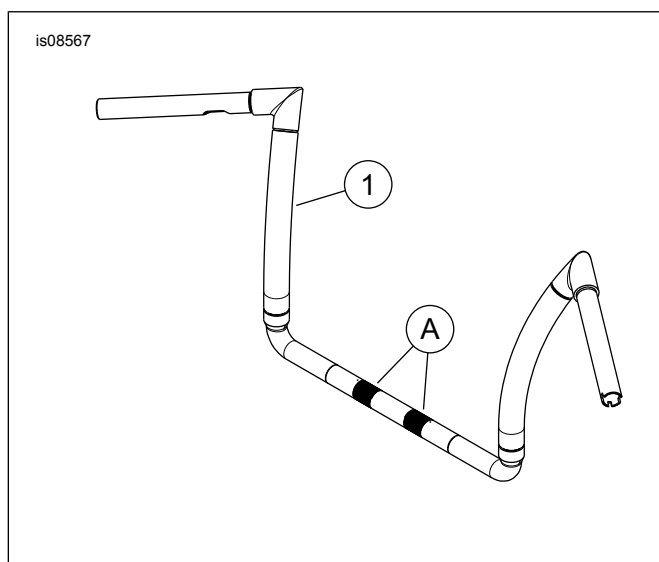

Figure 4. Pièces de rechange : Guidon
1. Consultez Figure 4 . Installez le guidon (1) à la base de l'élévateur, en acheminant les faisceaux de fils vers le bas dans le support de fourche supérieur.
2. Positionnez le guidon avec les zones moletés (A) centré sur la base de l'élévateur. Installez le collier de l'élévateur et serrez les boulons, sans les serrer complètement.
- 5. Consultez Figure 4 . Installez des bouchons (2) dans le guidon. Veillez à l'alignement du logo.